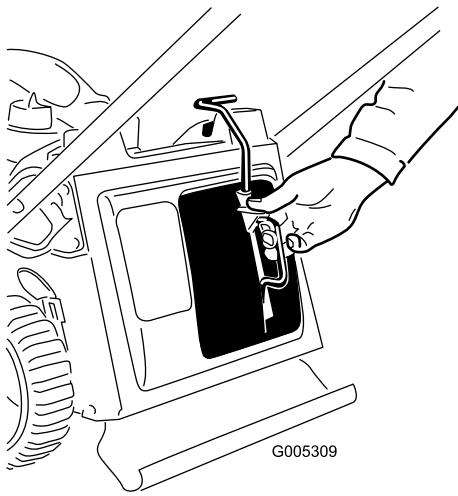

Figura 9
2. Col pollice schiacciate il pulsante presente sulla leva per inserire completamente il tappo mulching nell'apposita apertura (Figura 9).